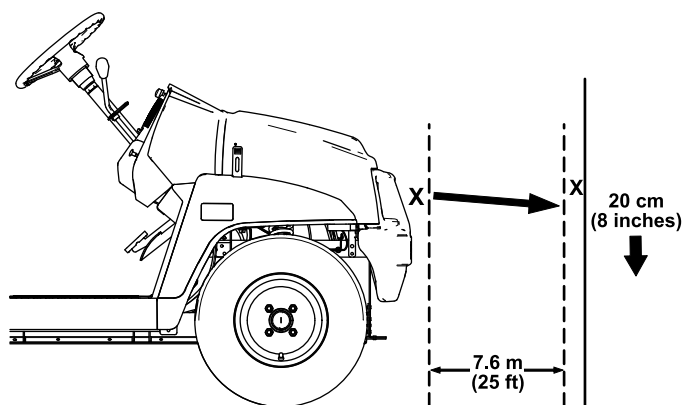

Figura 42
- Parcați mașina pe o suprafață plană, cu farurile la aproximativ 7,6 m de un perete (Figura 42).
Partea cea mai luminoasă a fasciculului farului trebuie să fie la 20 cm sub semnul marcat pe perete. (Figura 42).